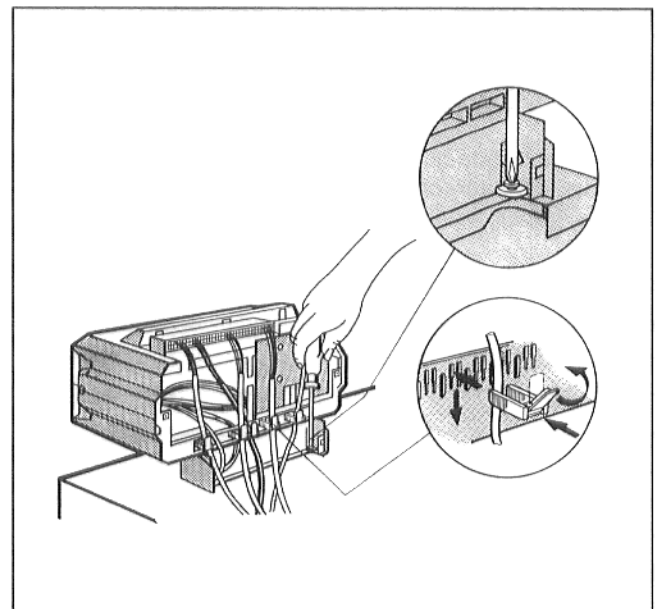

Abb. 14 – Prinzipabbildung
- Sockel des Regelgerätes innen rechts und links im Kabeldurchgang mit 2 Blechschrauben auf der vorderen Kesselhaube anschrauben (Abb. 14).
- Alle Leitungen mit Kabelschellen sichern: Kabelschelle mit eingelegter Leitung von oben in die Schlitz des Schellenrahmens einsetzen; der Steg des Hebels muß dabei nach oben zeigen. Kabelschelle herunterschieben und gegendrücken. Hebel nach oben umlegen (Abb. 14).